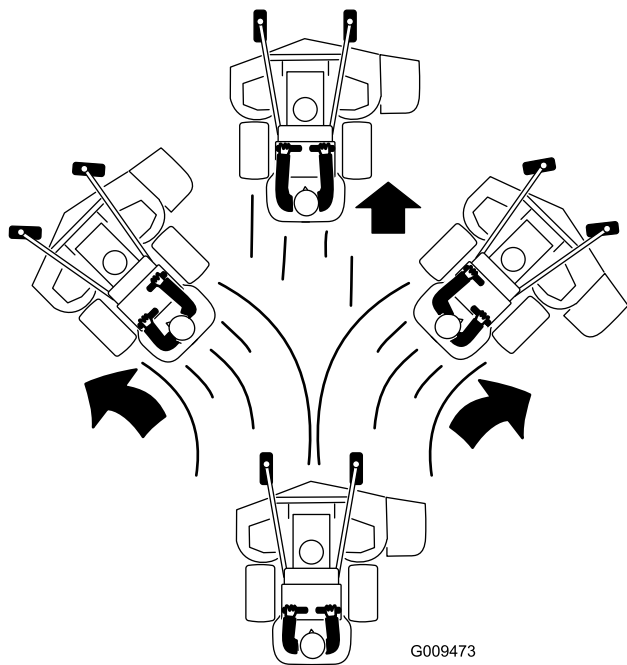

図 22
4. 走行コントロール・レバーをゆっくりと前に倒す（図 22）。